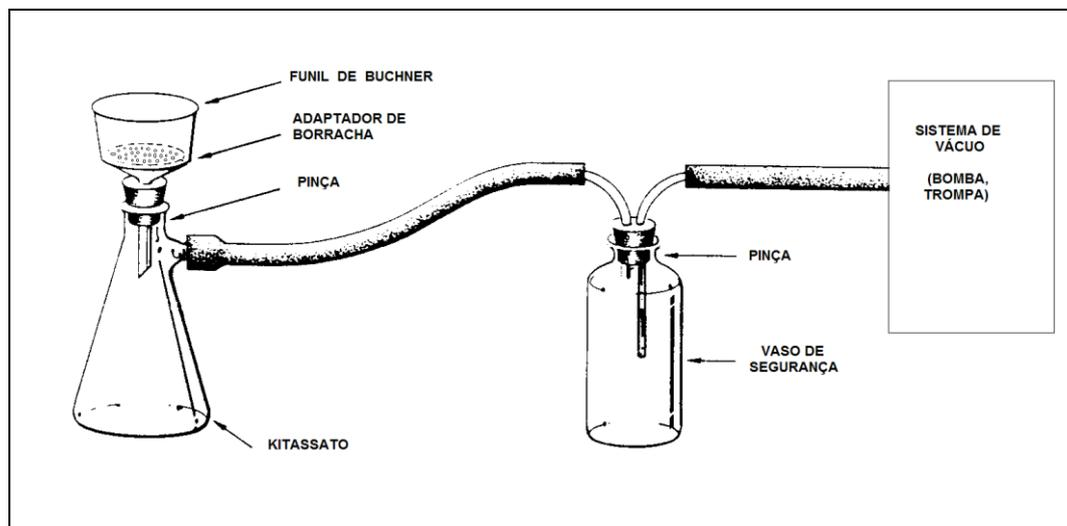

Figura 5 – Aparentagem para um sistema de filtração à vácuo
5. Filtre à vácuo o sólido formado, de acordo com a **Figura 5**, adaptando à superfície do funil um papel de filtro (use dois papéis de filtro juntos). Lave o precipitado contido no funil com cerca de 20 mL de água destilada gelada (2 lavagens de 10 mL cada). Quando boa parte da água tiver sido filtrada e amostra encontrar-se razoavelmente seca, desligue a bomba de vácuo e retire com cuidado o papel de filtro, colocando-o sobre um vidro de relógio.